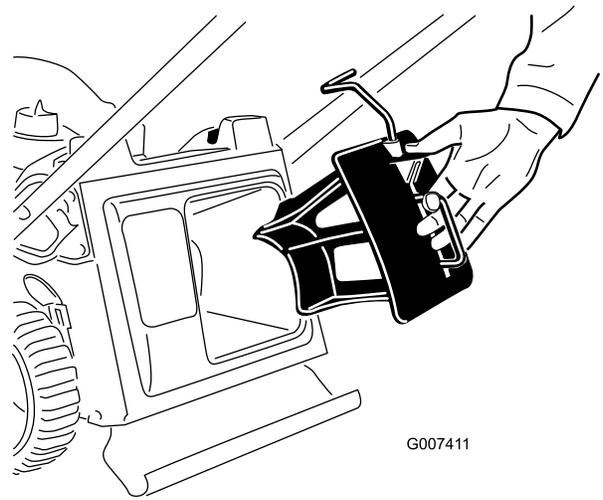

Рисунок 8
1. Если заглушка для мульчирования еще не установлена, вставьте ее в машину (Рисунок 8).